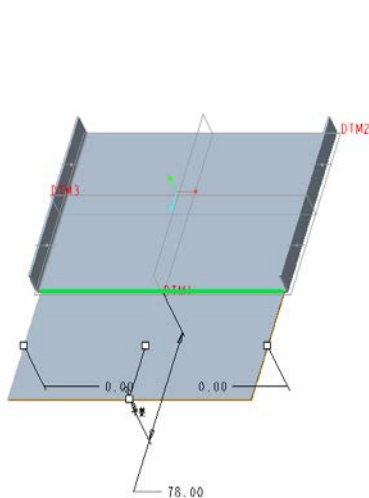

图 7-50 指定连接边
(1) 从“形状”组中单击 (平整) 按钮，打开“平整”选项卡。
(2) 默认的形状选项为“矩形”选项，从 (折弯角度) 下拉列表框中选择“平整”选项。
(3) 选择图 7-50 所示的一条边作为连接边。